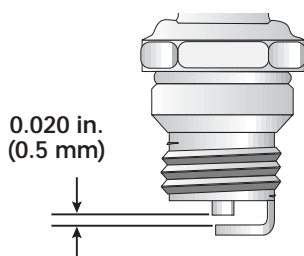

Fig. 42
3. Remplacez toute bougie fendillée, encrassée ou sale. Réglez l'écartement à **0,5 mm (0,020 po)** à l'aide d'une jauge d'épaisseur (Fig. 42).